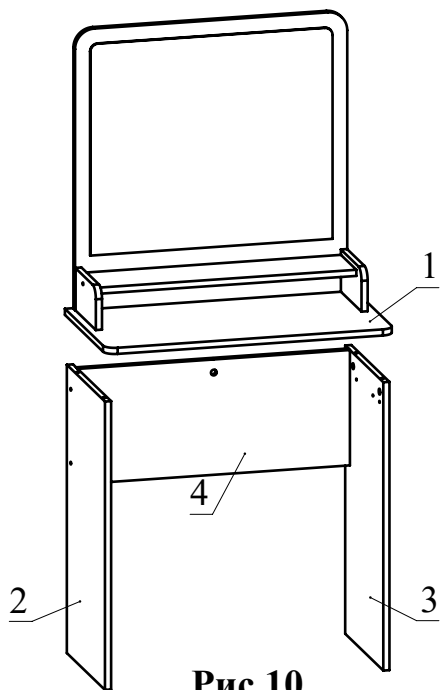

Рис.10
8. Установите полученную сборку на детали 2, 3, 4 и зафиксируйте, повернув конфирматным ключом головки минификсов по часовой стрелке до упора (Рис. 10).